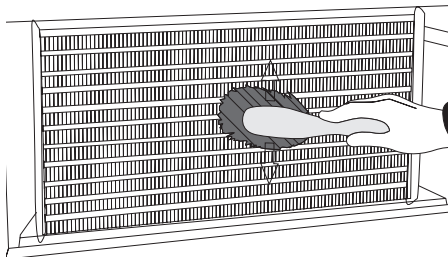

Рис.11 Очистка конденсатора
-  Во время мытья устройства внутри нельзя оставлять переднее стекло свободно открытым в алюминиевом профиле. Это угрожает повреждением стекла и не подлежит гарантии. Стекло на время консервации вытянуть вместе с профилем Рис.11 (стр.48).